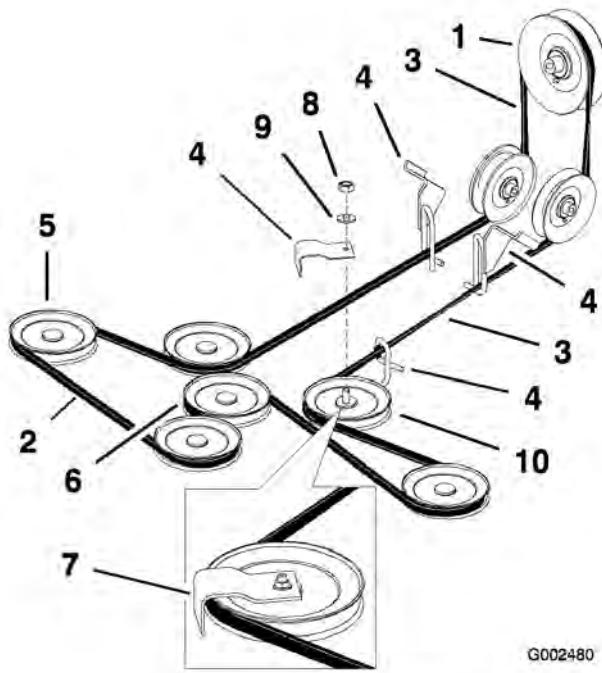

Figure 51
détendre la courroie sur la poulie de tension (Figure 51).
6. Dégagez la courroie de plateau de coupe des guides et déposez-la (Figure 51).
7. Installez la courroie neuve autour des poulies d'axe et de la poulie de tension du plateau de coupe, dans les guide-courroies, dans l'ensemble bras de tension arrière et l'embrayage (Figure 51).
Remarque: Vérifiez le vrillage de la courroie entre les poulies. Il doit être conforme aux spécifications de la Figure 51.